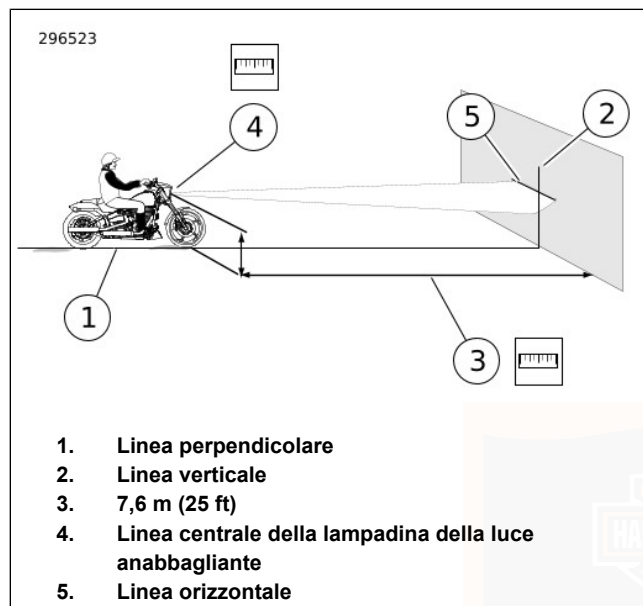

Figura 72. Allineamento del faro a LED
1. Vedere Figura 72. Parcheggiare la motocicletta su una linea (1) perpendicolare alla parete.